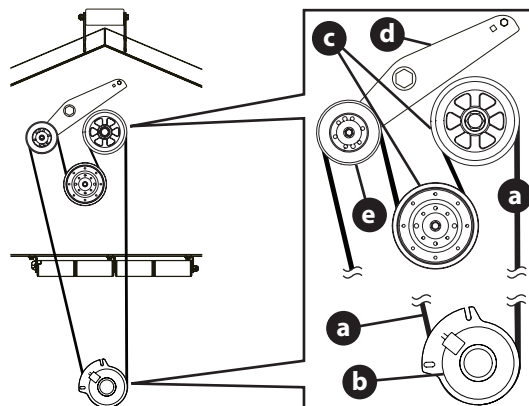

Fig. 38
- Extraiga la correa de la TDF (a) de la plataforma siguiendo las instrucciones que figuran en los PASOS 1 - 3 en la sección Retiro de la plataforma y luego quítela de alrededor del embrague de la TDF (b) (Fig. 38).
- Coloque la correa de la TDF (a) (Fig. 38).
- Después de pasar la correa alrededor de la polea de la TDF (c), utilice un arrastre de 1/2" (12.7 mm) en el soporte de la polea tensora (d) y gire hacia la derecha de la cortadora de césped para terminar de pasar la correa alrededor de la polea tensora (e) (Fig. 38).